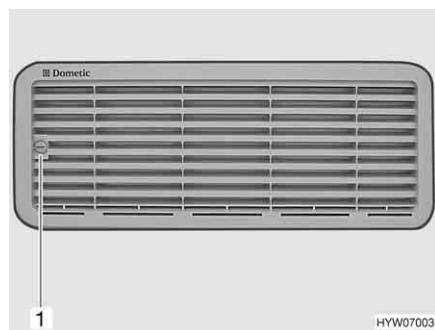

Bild 185 Kühlschrank-Lüftungsgitter
- Schraube (Bild 185,1 bzw. Bild 186,1) mit Hilfe einer Münze eine viertel Umdrehung drehen.